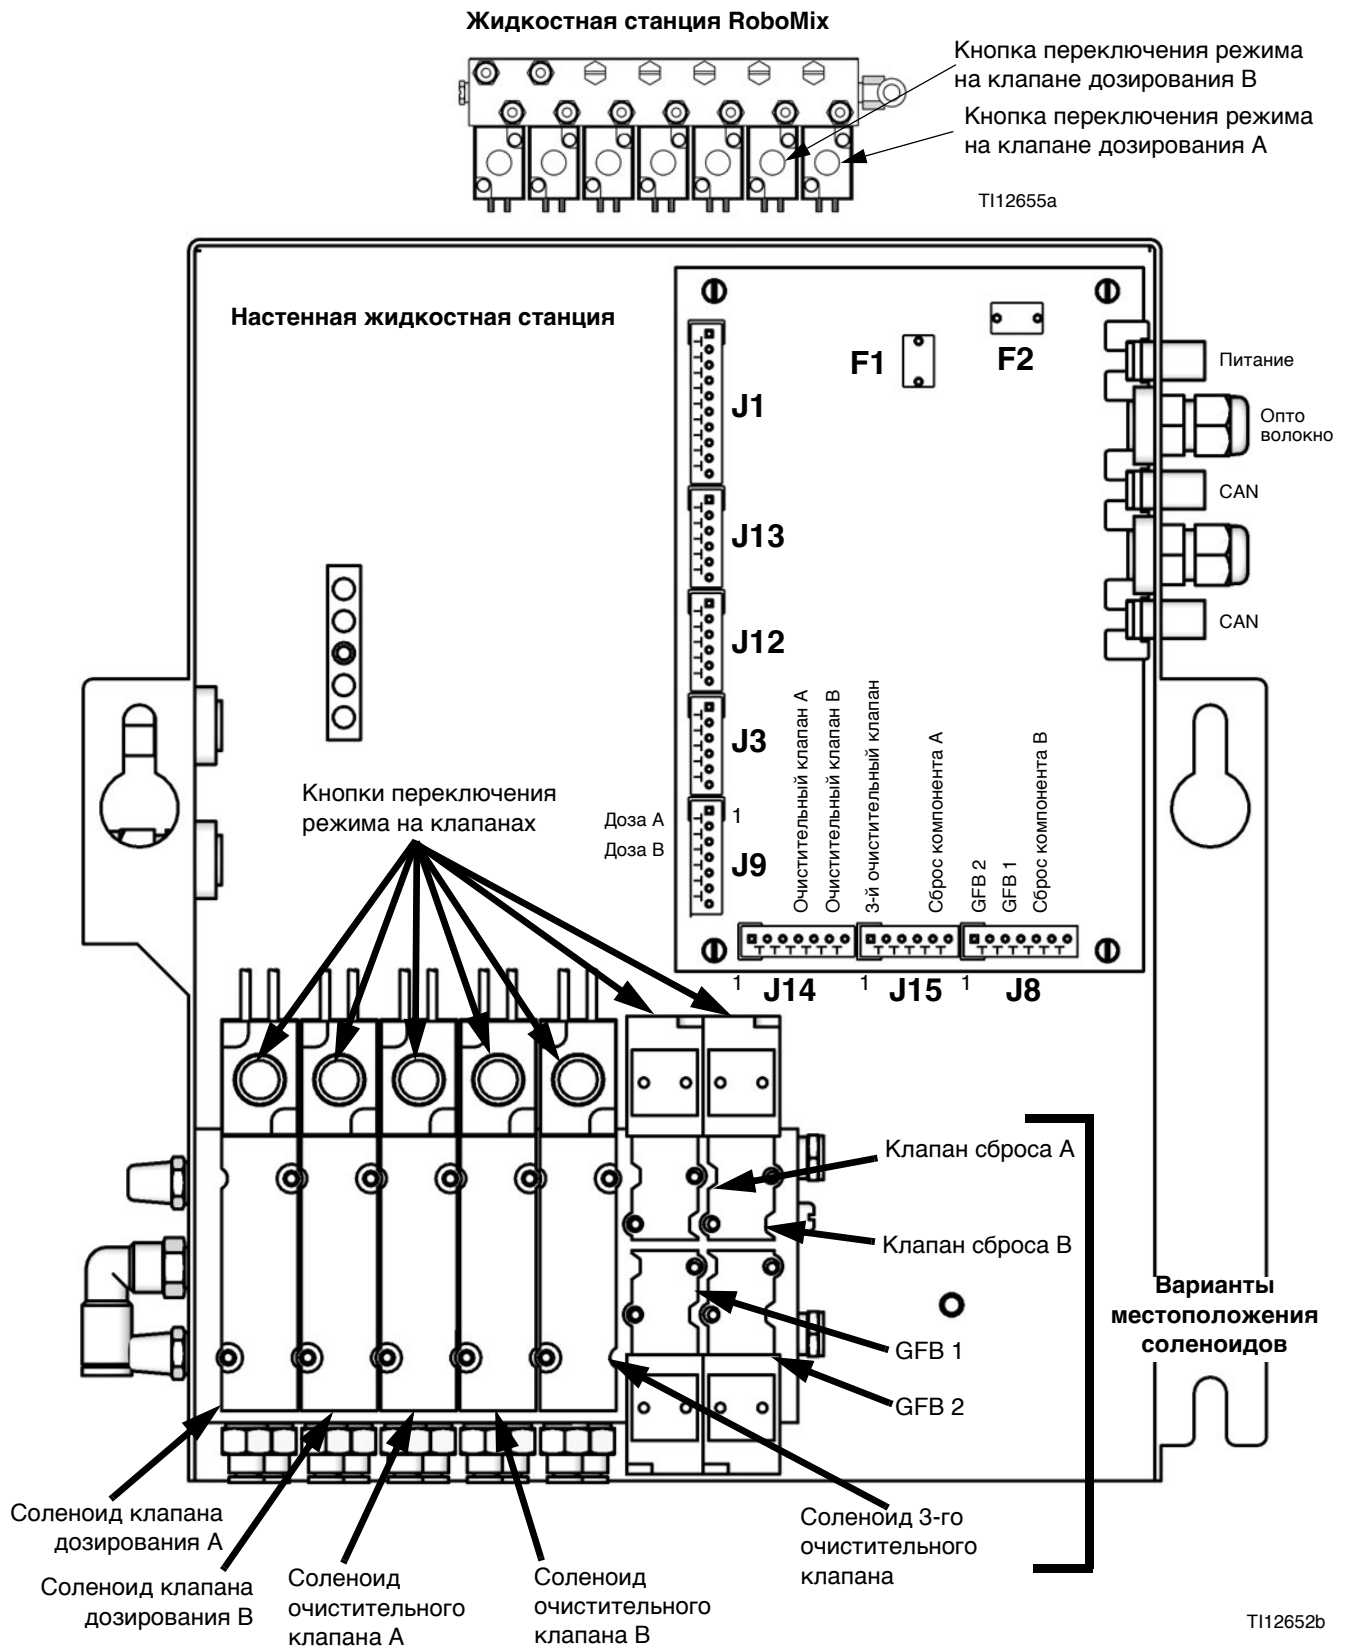

Рис. 5. Плата и соленоиды жидкостной станции
2. Чтобы сбросить давление, нажмите пусковой курок пистолета-распылителя, затем нажмите кнопку перехода к ручному режиму на соленоидах клапанов дозирования А и В. См. Рис. 5.
5. При включенном пистолете-распылителе нажмите кнопку перехода к ручному режиму на соленоидах клапанов очистки А и В для сброса давления воздуха и растворителя. См. Рис. 5. Удостоверьтесь в том, что давление растворителя упало до 0.
3. Нажмите и удерживайте клавишу переключения режима на соленоидном клапане сброса А, Рис. 5.
5. Нажмите и удерживайте кнопку переключения режима на соленоидном клапане сброса В, Рис. 5.
7. Нажмите и удерживайте клавишу переключения режима на соленоидном клапане сброса А, Рис. 5.
9. Нажмите и удерживайте кнопку переключения режима на соленоидном клапане сброса В, Рис. 5.
3. Отказ соленоида	<p>Вручную приведите клапаны в действие. Для этого снимите крышку жидкостной станции, нажмите и отпустите кнопки переключения режима соленоидных клапанов. Рис. 5.</p> <p>Проведите диагностику платы управления для проверки сигналов. Если сигналы подаются неправильно, перейдите к пункту 4.</p> <p>Клапаны должны мгновенно открываться и быстро закрываться. Если клапаны включаются в работу медленно, это может быть вызвано указанными ниже причинами:</p> <ul style="list-style-type: none"> • Слишком низкое давление воздуха на исполнительные механизмы клапанов. См. пункт 1. • Соленоид забит. Убедитесь в том, что на линии подачи воздуха установлен сеточный фильтр с размером ячеек 5 микрон. • Что-то препятствует работе соленоида или трубопровода. Проверьте выход воздуха из воздушной линии для соответствующего соленоида, когда клапан находится в работе. Устраните эту проблему. • Клапан дозирования открыт слишком сильно. Установочные значение см. в руководстве по эксплуатации системы ProMix 2KS. • Давление жидкости избыточно, давление воздуха недостаточно.